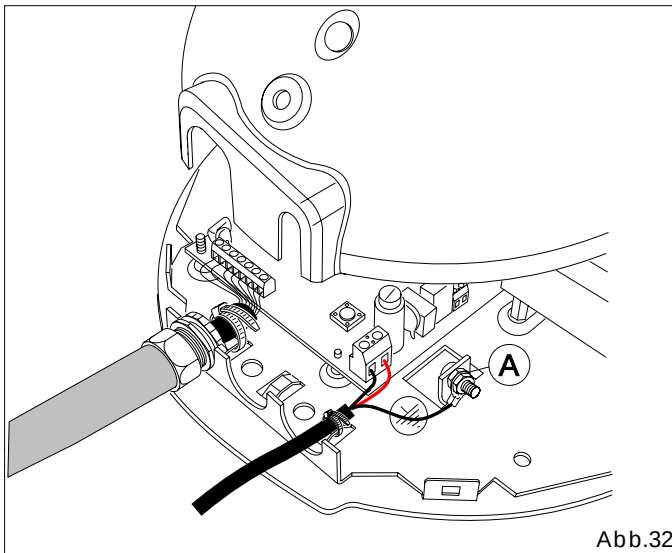

Abb.32
9.3 Die Erdöse über die Schraube ziehen und unter Unterlegen einer Scheibe mit der Mutter festziehen (Abb.32 Bez.A).
9.4 Werden für die Kabelbefestigung Schellen verwendet, ist die Öse, wie in Abb.32 gezeigt, zu bewerkstelligen.